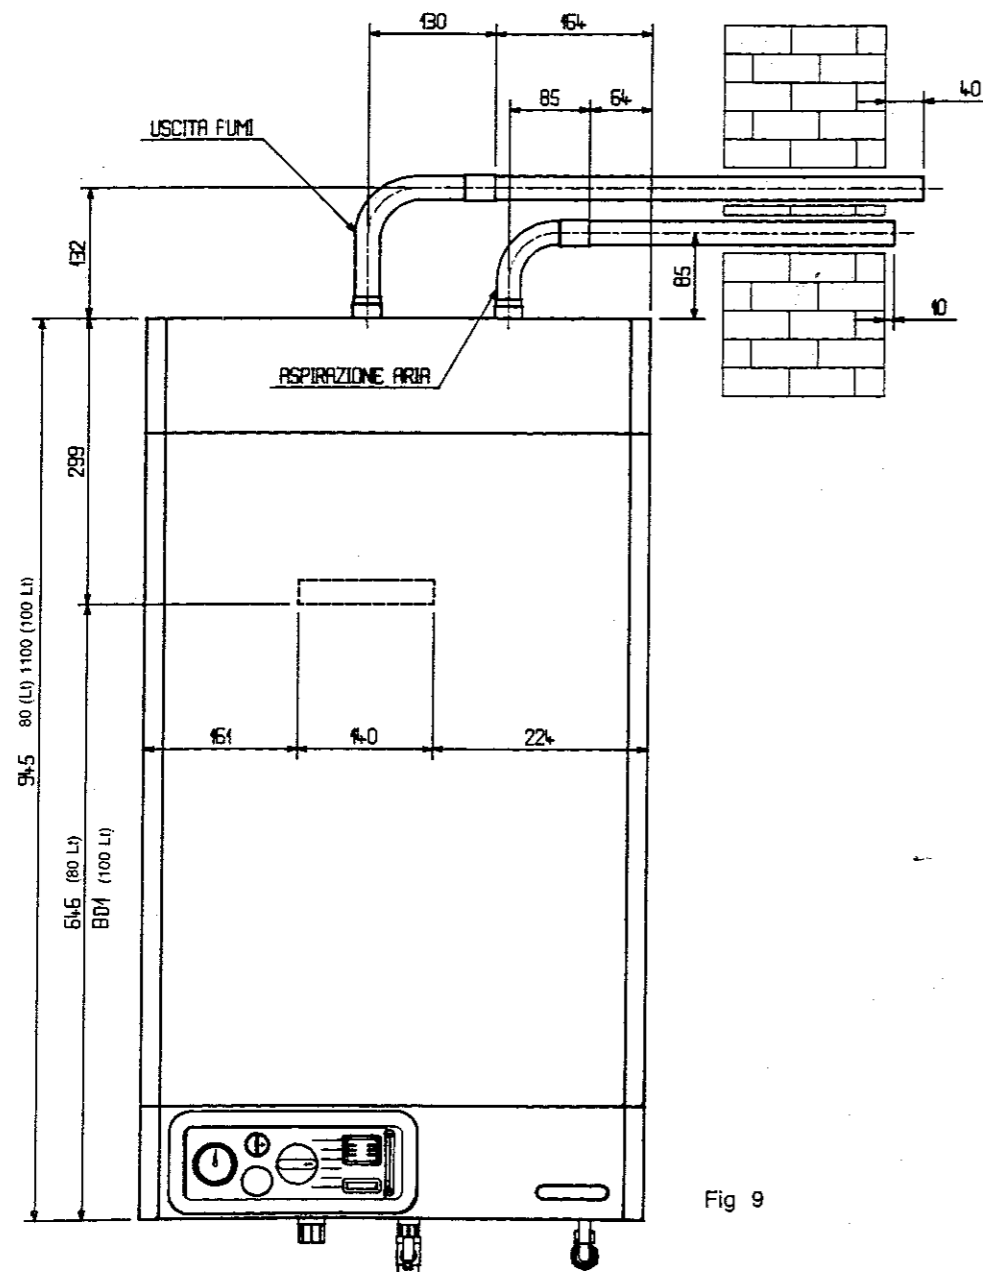
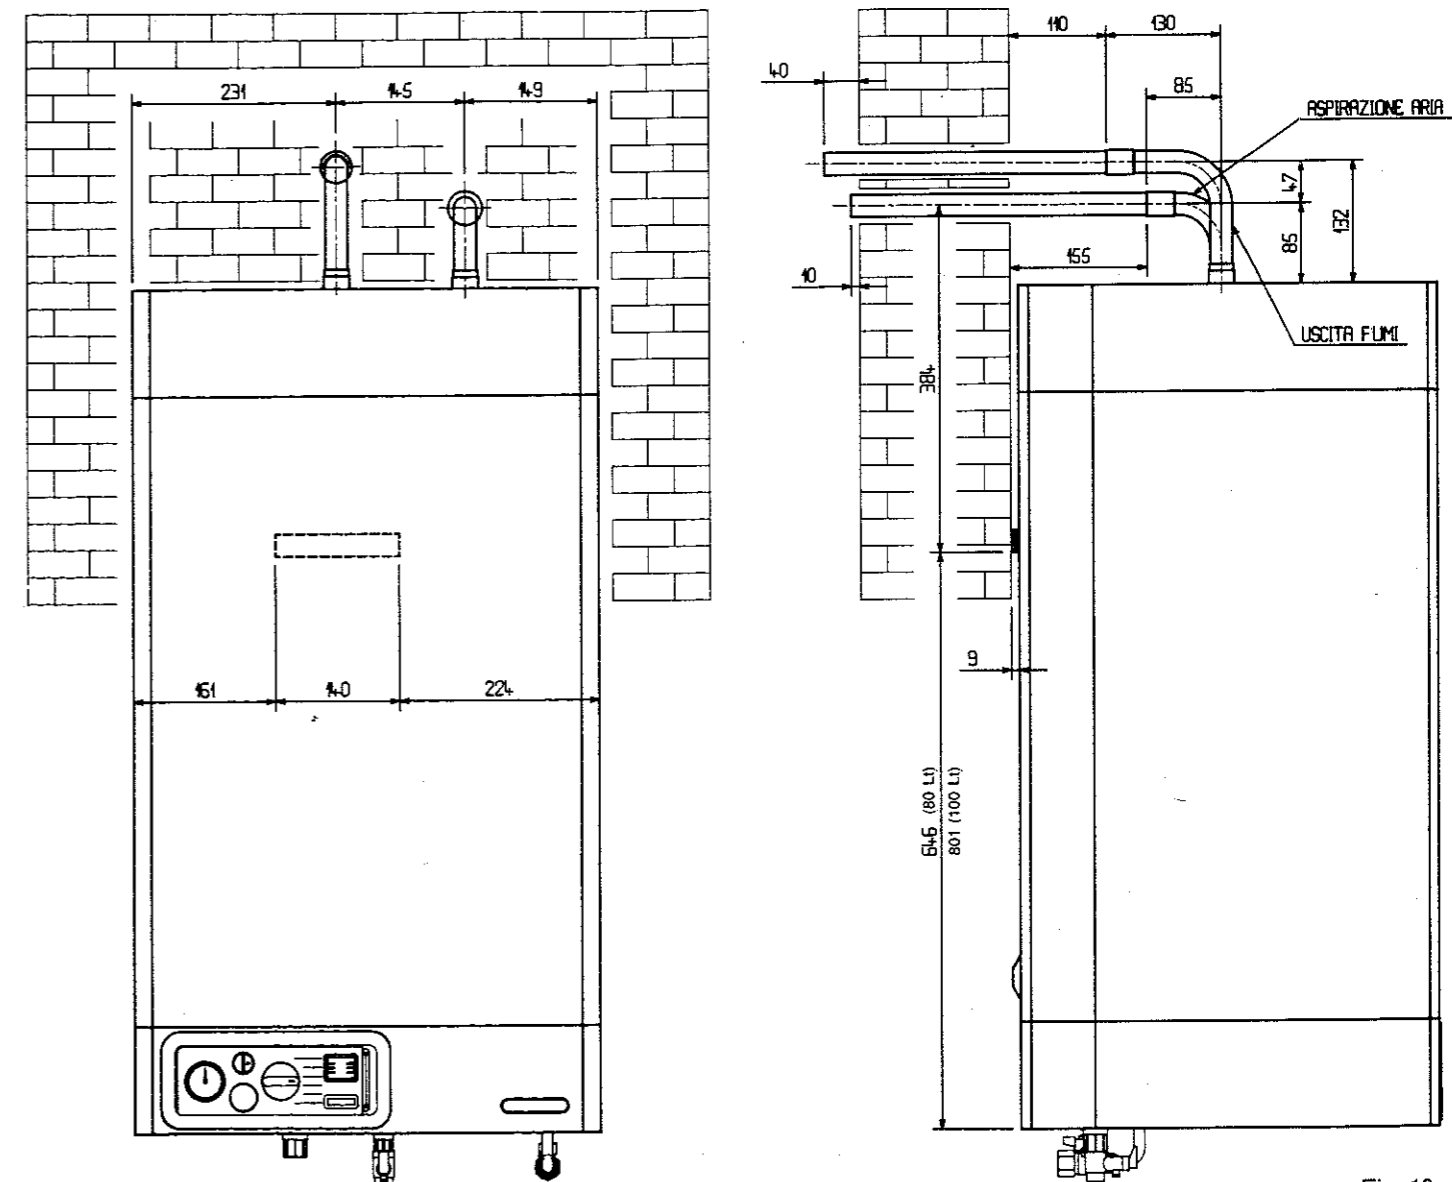

Fig 9
Fig 10
Nella fig. 9 sono riportate le quote per uscite laterali e nella fig. 10 per l'uscita posteriore. La possibilità di rendere lo scarico dei fumi orientabile di 360° permette installazioni con tubo in qualsiasi direzione. Per tubi di scarico diversi da quelli sopra riportati, le quote vanno calcolate volta per volta. In caso di necessità sono disponibili prolunghe utilizzabili fino ad una lunghezza di 4 metri. Possiamo fornire anche collettori curvi a 90°, a 45° e a «S». L'installazione di ogni curva riduce il tratto rettilineo di 0,8 metri.
- praticare nel muro due fori \varnothing 25 mm con pendenza verso l'esterno dell'1% secondo le figure 9 e 10
- preparare le parti terminali tagliate a misura, (fig. 9 e 10), quindi fissarle con malta cementizia o simili